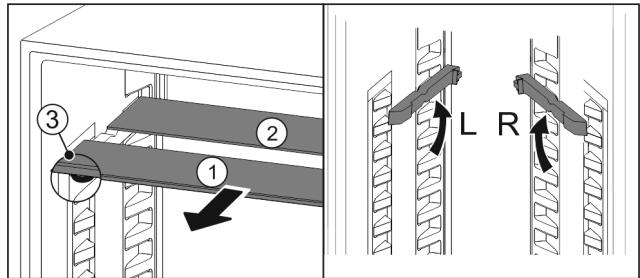

Fig. 97
- estrarre i ripiani di vetro singolarmente tirando in avanti Fig. 97 (1).
- ▷ Il piano in vetro Fig. 97 (1) con il motivo ornamentale è nella parte anteriore.
- ▷ I fermi Fig. 97 (3) sono rivolti verso il basso.